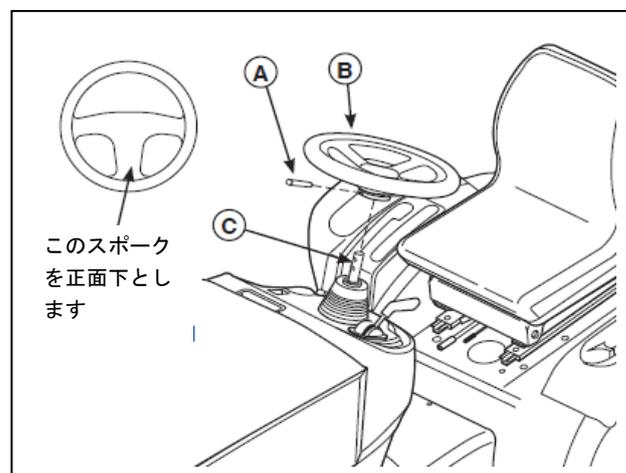

図12 ハンドル高さの調整
1. ボンチを用いてロールピン(図12のA)を引き抜きます。ハンドルを引き抜きます。